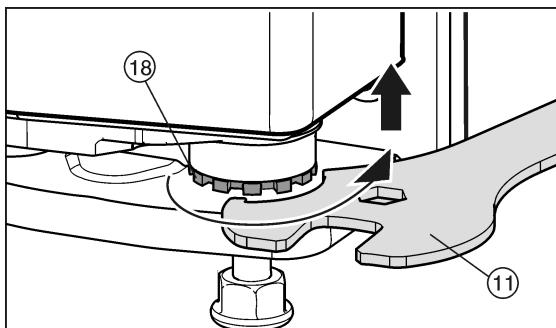

Fig. 31
- ▶ Pour soulever la porte, dévisser le pivot d'arrêt vers la droite Fig. 31 (18) avec la clé à fourche Fig. 31 (11) jointe. A la livraison, le pivot d'arrêt est complètement vissé.